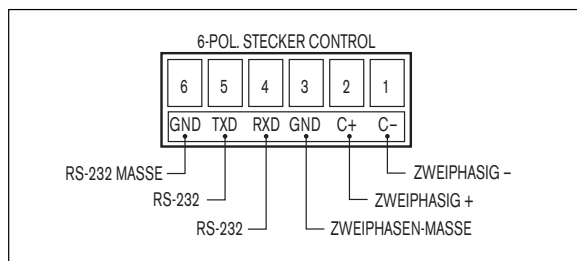

Abbildung 3 Kopfsteuerung
1. Ziehen Sie den 6-pol. Stecker CONTROL (ABBILDUNG 3) aus dem AutoTracker-Modul.